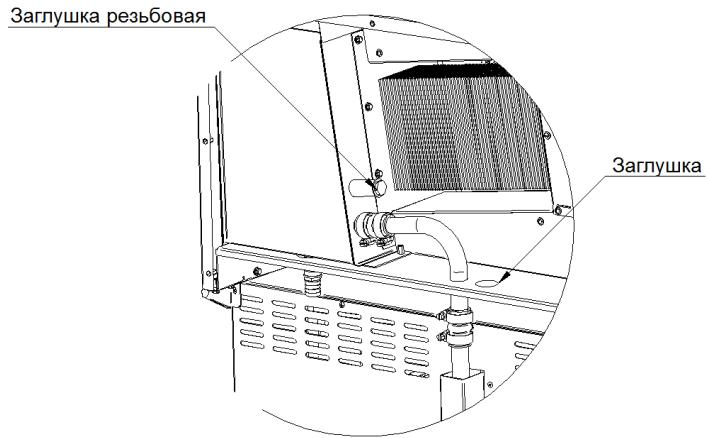

Рисунок 8
10.1. Снять резьбовую заглушку (см. Рисунок 8) с верхней трубы пароконденсатора зонта;
10.2. Снять заглушку в перегородке зонта (см. Рисунок 8);